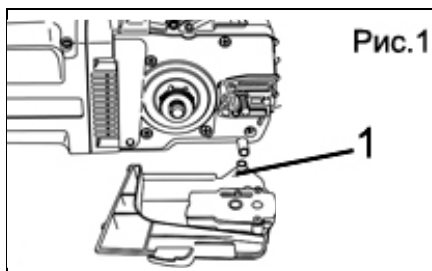

Рис.1
- Снимите кожух (1, Рис. 1). Для этого против часовой стрелки поверните ручку затяжки шины.